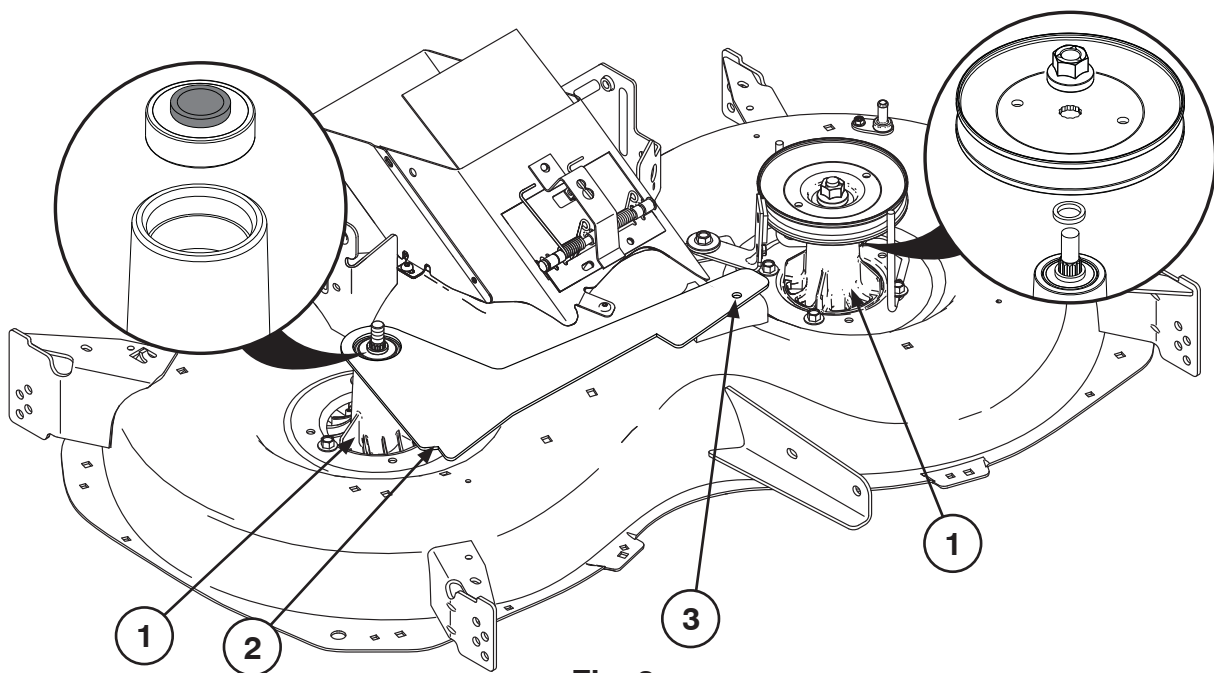

Fig. 2
- ⒼⒷ 3. Install new mandrels (1) to left (P/N 587253301) and right side (P/N 128774, 165482X900, 585323901)(Fig. 2).
- ⒹⒺ 3. Montieren Sie neue Spindeln (1) an der linken Seite (P/N 587253301) und der rechten Seite (P/N 128774, 165482X900, 585323901) (Abb. 2).
- ⒻⓇ 3. Installez les nouveaux mandrins (1) à gauche (N° réf. 587253301) et à droite (N° réf. 128774, 165482X900, 585323901) (Fig. 2).
- ⒺⓈ 3. Instale los nuevos mandriles (1) en el lado izquierdo (N.º de pieza 587253301) y el lado derecho (n.º de pieza 128774, 165482X900, 585323901) (Fig. 2).
- ⒾⓉ 3. Installare i nuovi mozzi porta lama (1) a sinistra (N/P 587253301) e a destra (P/N 128774, 165482X900, 585323901) (Fig. 2).
- ⓃⓁ 3. Monteer nieuwe assen (1) links (onderdeelnr. 587253301) en rechts (onderdeelnr. 128774, 165482X900, 585323901) (afb. 2).
- ⒼⒷ 4. Align template (2) centered on RH mandrel and in stationary idler pulley hole on bracket (3) (fig. 2).
- ⒹⒺ 4. Richten Sie die Schablone (2) mittig auf der rechten Spindel und am Loch in der Halterung (3) der feststehenden Riemenscheibe aus (Abb. 2).
- ⒻⓇ 4. Alignez le gabarit (2) centré sur le mandrin DROIT et dans l'orifice de la poulie guide stationnaire sur le support (3) (Fig. 2).
- ⒺⓈ 4. Alinee la plantilla (2) centrándola en el mandril derecho y en el orificio de la polea tensora fija del soporte (3) (Fig. 2).
- ⒾⓉ 4. Allineare la dima (2) centrata sul mozzo porta lama DX e sul foro della puleggia del galoppino fissa della staffa (3) (Fig. 2).
- ⓃⓁ 4. Lijn de sjabloon (2) uit met het midden van de rechter as en in het gat van de stationaire geleidepoelie op de steun (3) (afb. 2).